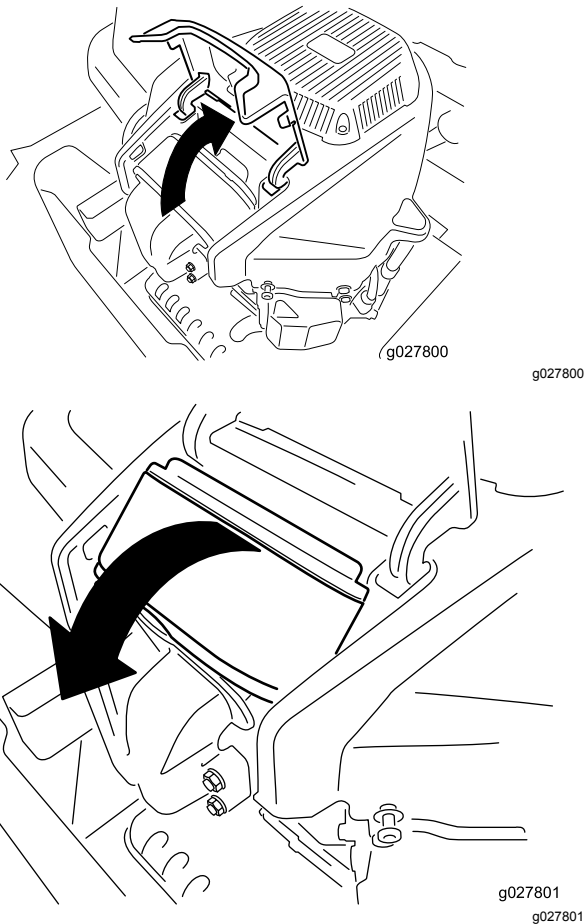

Figura 42
4. Eleve a cobertura e rode o conjunto do filtro de ar para fora do motor (Figura 42).